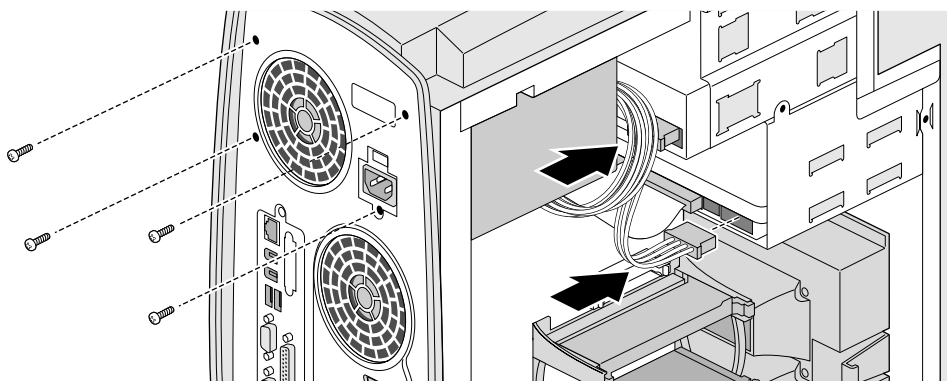

図 7-6 電源のネジとケーブルの取り付け
5. 電源を手で支えながら 4 本のネジを取り付けます (図 7-6)。